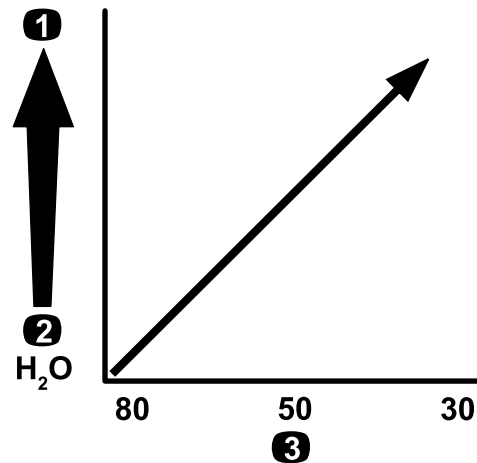

図 13
**重要** 粘度の高いドロドロした薬剤や、ウェットブル水和剤を散布する場合には、オプションの目の粗いスクリーンが必要になる場合があります 図 13を参照。